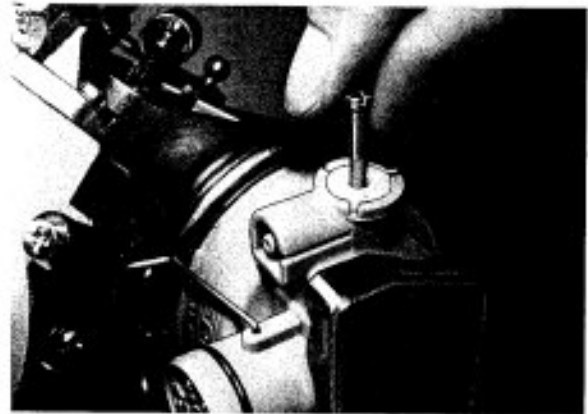

Bild 17
6.4 Filter (Bild 17, 18) (belüftende Seite)